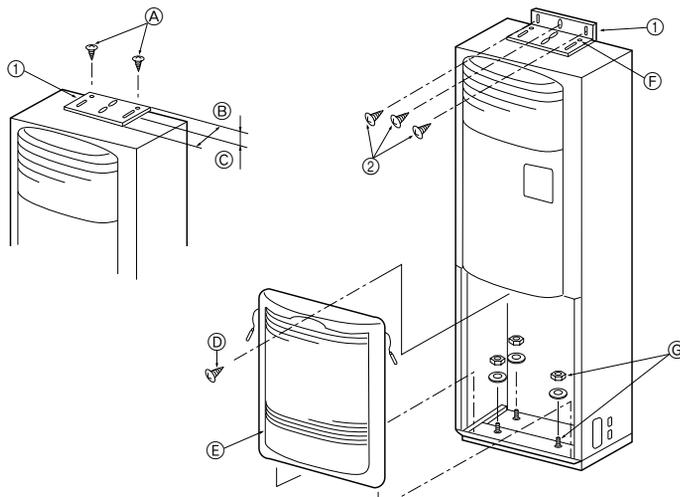

Fig. 3-2
①	Devrilmeyi engelleyen köşebent	1	Ünitenin üst yüzeyi.
②	Kılavuz vidalar	3	Hava giriş ızgarasının içi.
③	Gaz borusu yalıtımı (büyük)	1
④	Sıvı borusu yalıtımı (küçük)	1
⑤	Bant	5
⑥	Drenaj soketi	1
⑦	Rakor (kablo deliği için)	2
⑧	Geçme somun	RP100, 125, 140 RP71 P71-140		1 (ø19,05) 0
3.2. Devrilmeyi engelleyen köşebent (Fig. 3-2)